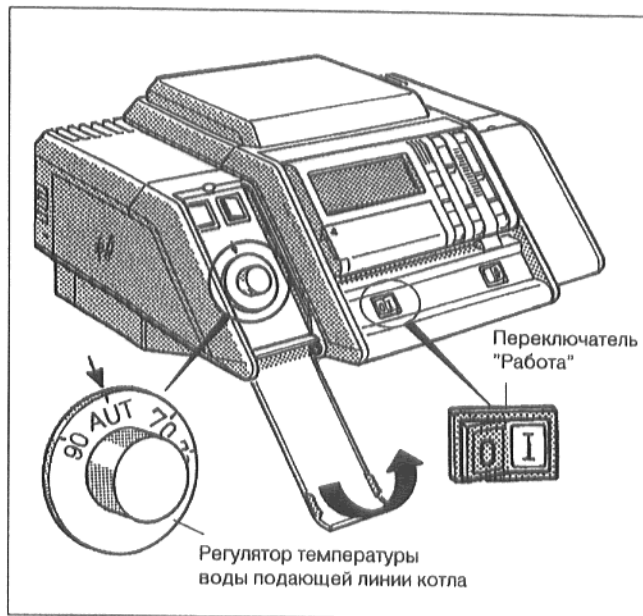
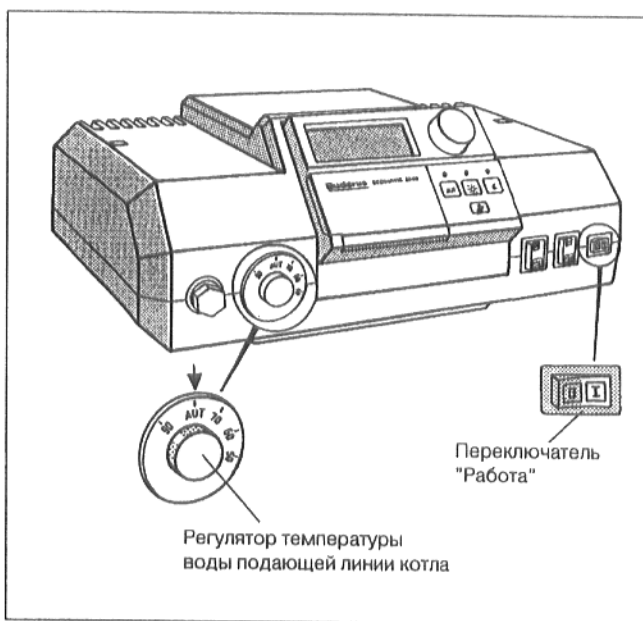

рис. 34
рис. 35
- Открыть крышку слева на устройстве регулирования, откинув ее вниз (рис. 34).
- Установить переключатель "Работа" в положение I (ВКЛ) (рис. 34 и рис. 35).
- Настроить регулятор температуры воды подающей линии котла для режима "Ecomatic" на "AUT". При работе в ручном режиме настроить регулятор температуры воды подающей линии котла на желаемую температуру воды подающей линии котла (рис. 34 и рис. 35).
- Закрыть левую крышку (рис. 34).
- Установить переключатель "Работа" (рис. 34 и рис. 35) в положение 0 (ВЫКЛ).